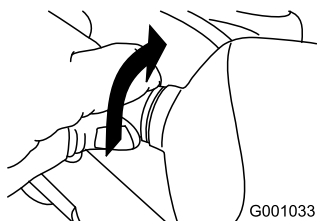

Figure 61
2. Tournez la base de l'ampoule dans le sens anti-horaire jusqu'à la butée (Figure 61).